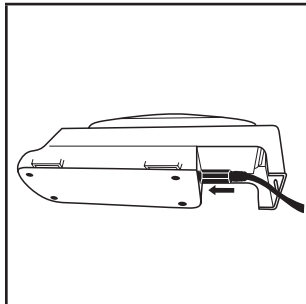

Fig. 1 – Programación de cargador para una estación
- Cargador de batería para una estación 3M™ TR-641N: Inserte el cable de corriente CD del TR-941N en el arnés (Fig. 1). Conecte el cable de corriente en una fuente de energía CA (100-240V).